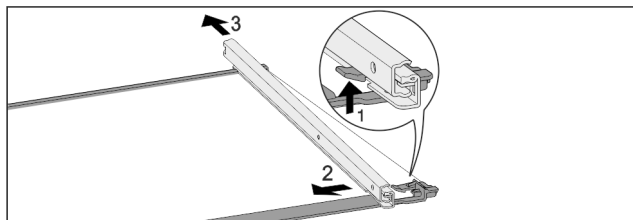

Fig. 58 Skleněná deska s kolejničkami
- ▶ Přední aretační háček zatlačte nahoru. Fig. 58 (1)
- ▶ Výsuvnou kolejničku vysuňte stranou Fig. 58 (2) a dozadu Fig. 58 (3).